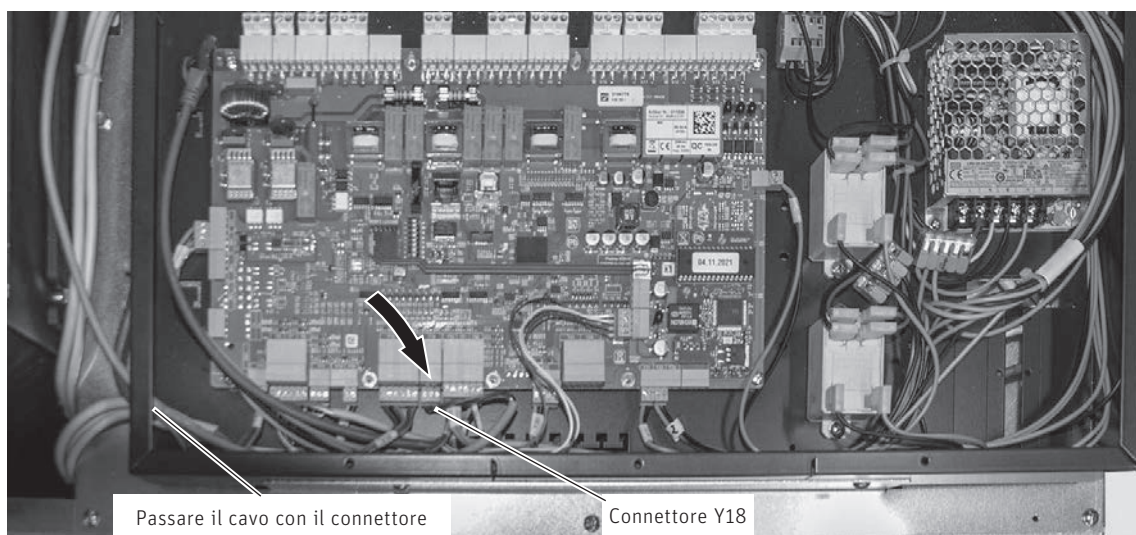

Fig. 51 Inserire l'interruttore di prossimità (connettore Y18)
- ▶ Portare il cavo dell'interruttore di prossimità superiore della stiva con il connettore al quadro di comando e inserirlo nel connettore Y18 – Fig. 51.